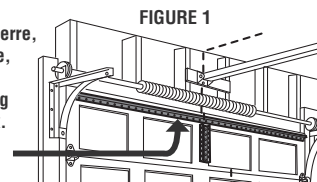

FIGURE 2
- Percer des trous de fixation de 3/16 po. Fixer le support de porte à l'aide des vis autotaraudeuses. (Figure 2)